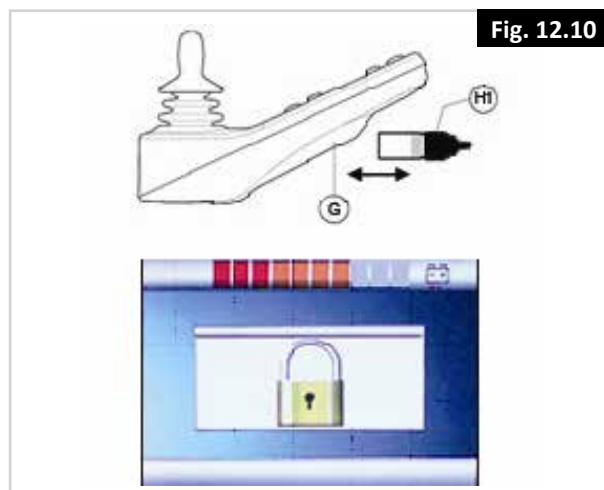

Fig. 12.10
För att låsa styrenheten med specialnyckel (H1 i Fig. 12.10):
- Infoga och ta bort specialnyckel till laddningsuttag på styrenhet (G i Fig. 12.10). Styrenhet är nu låst och följande skärm kommer att visas.
- Infoga och ta bort specialnyckel till laddningsuttag på styrenhet (G i Fig. 12.10). Styrenheten är nu olåst.